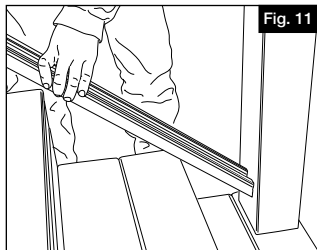

Fig. 11
- b. Placez la lisse basse en position entre les deux poteaux et assurez-vous de l'alignement (Figure 11). Pré trouez le poteau pour la vis de support du centre en utilisant une mèche de 1/8" (0,32cm).